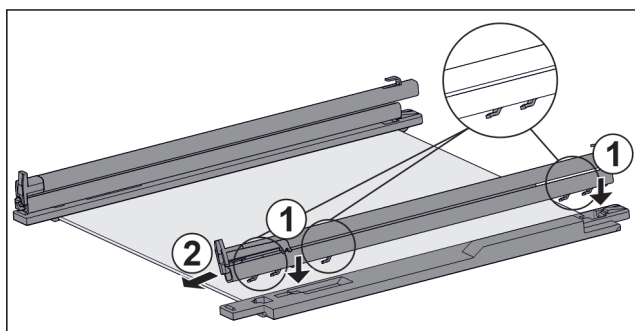

Fig. 121 Placă de sticlă cu șine și piese de fixare
- ▶ Așezați cârligele șinei pe deschiderile piesei de fixare din **stânga**. Fig. 121 (1)
- ▶ Trageți șina în față. Fig. 121 (2)
- ▶ Așezați cârligele șinei pe deschiderile piesei de fixare din **dreapta**. Fig. 121 (1)